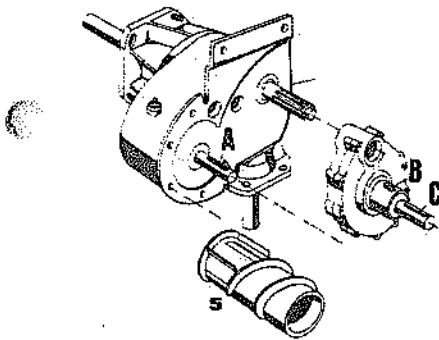

Abb. 54
a) Bei Montagearbeiten am Getriebe bzw. an den Schnecken und Walzen ist darauf zu achten, daß alle Passfedern A,B,C die Stellung "Senkrecht nach Oben" einnehmen. Das kleine Getriebe nimmt hierbei die untere schräge Anschlagstellung ein. Abb. 54.